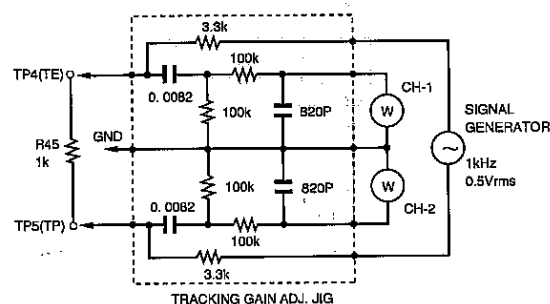

Figure 31-1
*3: Apply sine wave (Oscillation Frequency: 1.0 kHz 0.5 Vrms) as shown in Figure 31-1.
*3: Eine Sinuswelle wie in Abbildung 31-1 dargestellt zuleiten (Schwingungsfrequenz 1,0 kHz, 0,5 Veff).
*3: Appliquer une onde sinusoïdale (fréquence d'oscillation 1,0 kHz, 0,5 Vrms) comme indiqué dans fig. 31-1.